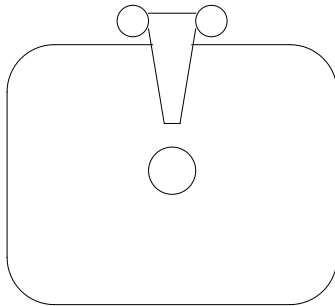

图3-67 素材图形
**01** 执行“文件”|“打开”命令，打开“第3课\3.7.1.dwg”素材文件，如图3-67所示。